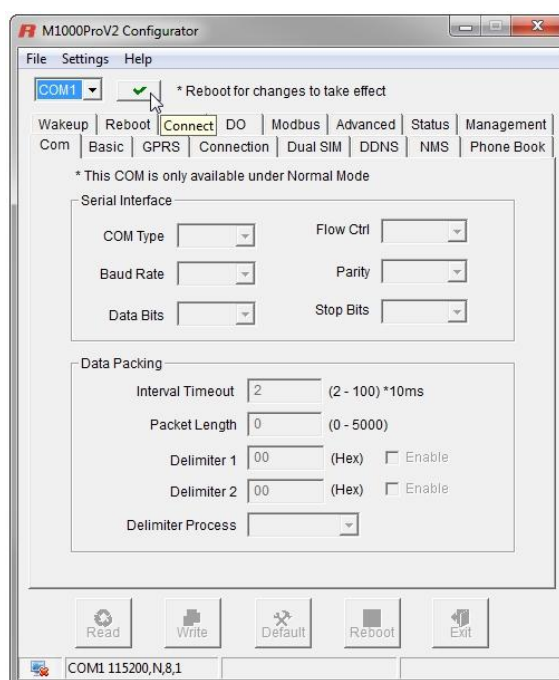

Рисунок 2 – Окно программы «M1000ProV2 Configurator»
- Запустить программу «M1000ProV2 Configurator» (файл «M1000 Pro V2 Configurator V2.22.16.exe» в архиве) (рисунок 2).